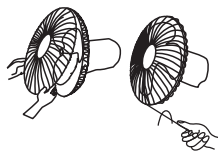

Рис.10
8. Соедините переднюю и заднюю решетки при помощи обода, затем затяните винт с гайкой на ободу (Рис. 10)